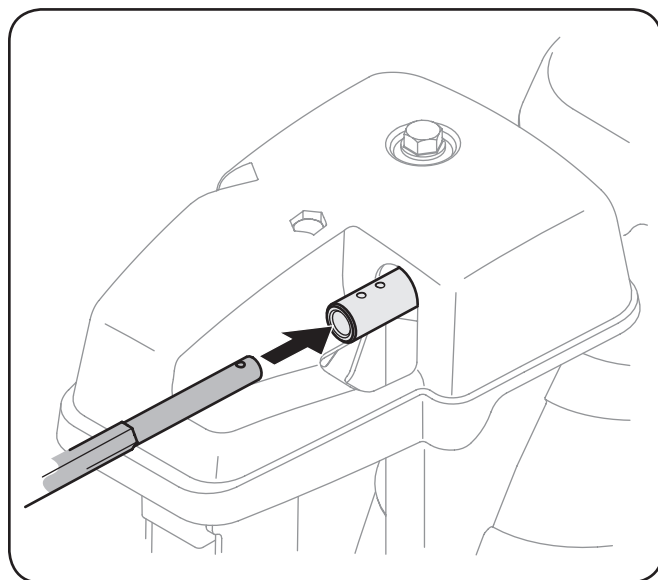

Figura 3-4
2. Inserte la varilla de control del canal en el cabezal de control del canal. Empuje la varilla tan lejos dentro del cabezal de control del canal como sea posible, manteniendo los orificios en la varilla orientados hacia arriba. Consulte la Figura 3-4.